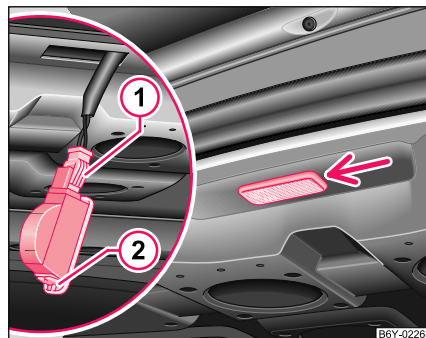

Fig. 168 Desmontar la luz de maletero (Sedan)
- Inserte un destornillador en el intersticio debajo de la lámpara ⇒ fig. 168. Sacar la lámpara, apalancándola con cuidado.
- Después de desasegurar la pestaña de resorte (1), retirar el enchufe.
- Presione el seguro de resorte (2) apartándolo de la cubierta y retire ésta.